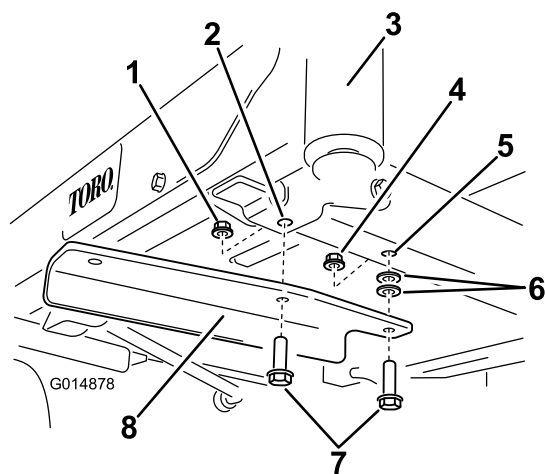

Bild 5
4. Befestigen Sie die linke Halterung mit zwei Schrauben ($\frac{3}{8}$ " x $1\frac{1}{4}$ "), zwei Scheiben und zwei Sicherungsmuttern ($\frac{3}{8}$ ") an der Unterseite des Rahmens (Bild 5).